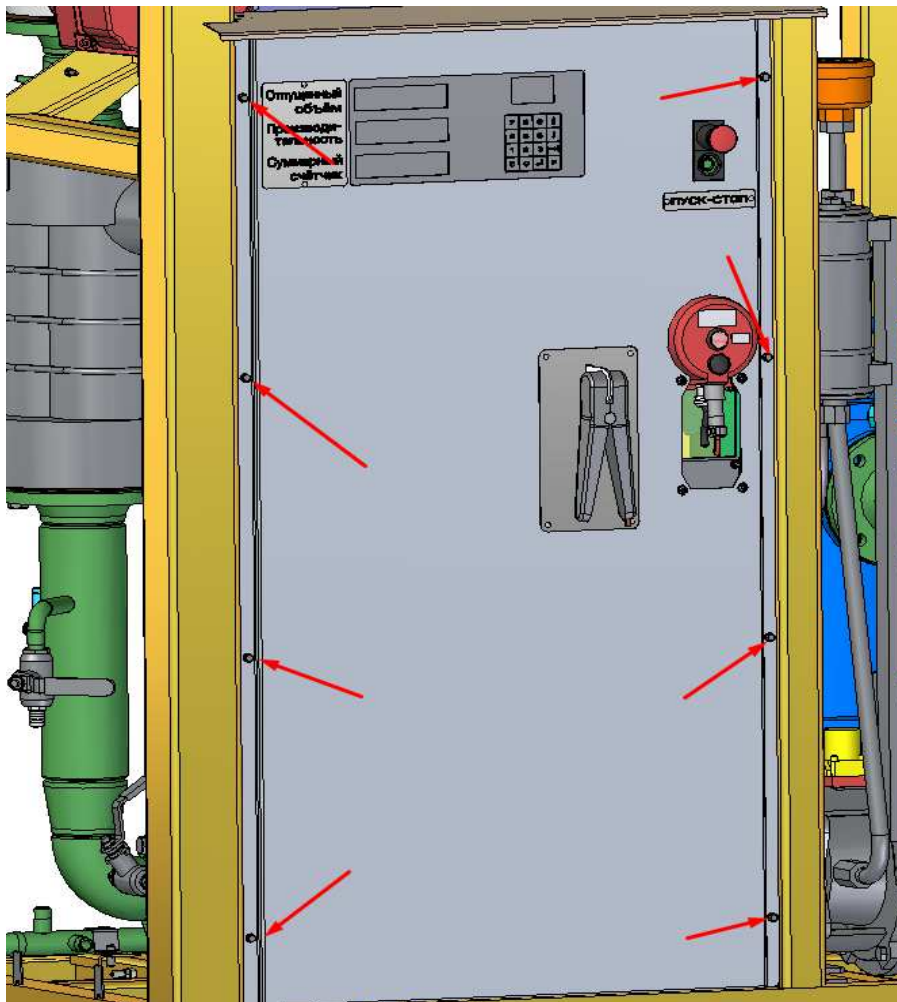

Рисунок 33
- снять лицевую панель, пропустив через образовавшийся паз спиральный кабель клещей заземления и сами клещи (см. рисунок 33).